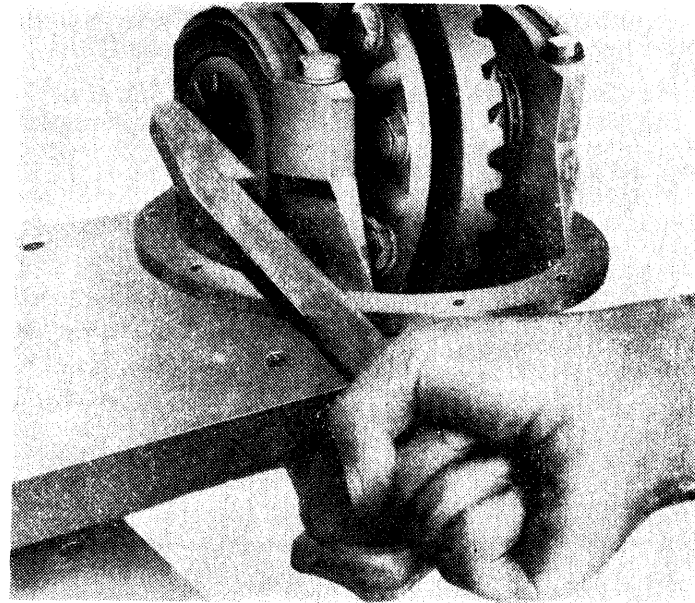

Abb. 101. Einstellen der Einstellringe mit Hilfe der Vorrichtung P 44.
— Man befestigt das Gehäuse der Vorderachse in die Vorrichtung P 32 (Abb. 101) und montiert die Dichtung (6), das vollständige Ausgleichgetriebe, die Federringe (11) und zieht die Muttern (10) an. Die Muttern werden über kreuz angezogen. Man baut die Dichtung der Einfüllschraube (5), die Einfüllschraube (3) bzw. die Dichtung der Ablassschraube (4) und die Ablassschraube (2) ein.